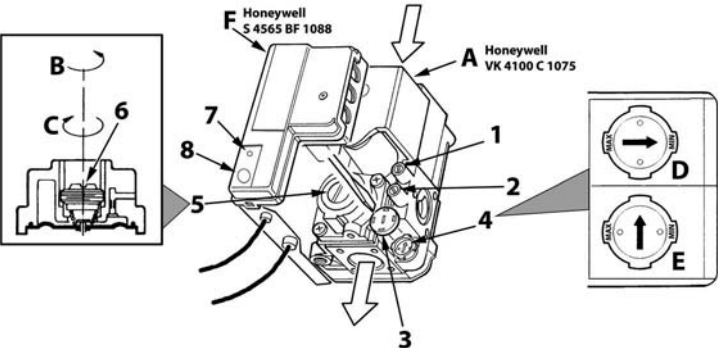

рис. 17 - Регулирование давления
На котле PEGASUS D можно регулировать тепловую производительность топки и, следовательно, тепловую мощность, передаваемую воде системы отопления; это делается исключительно путем регулировки основной горелки с помощью газового вентиля (см. рис. 17). На графиках, приведенных в параграфе сар. 5.2, показано изменение передаваемой воде тепловой мощности в зависимости от изменения рабочего давления горелки. Возможность приведения мощности котла в соответствие с реальными потребностями отопления означает, прежде всего, снижение потерь и экономию топлива. Кроме того, при регулировке мощности, регламентированной также стандартом, котлы сохраняют значения КПД и характеристики сгорания почти без изменений.
1. С помощью небольшой отвертки снимите защитный колпак 5 вторичного привода газового вентиля рис. 17.
1. Подключите манометр к клемме давления 2 (рис. 17), расположенной после газового вентиля, затем переведите ручку термостата котла на максимум.
2. Регулируйте давление с помощью винта 6 (рис. 17) на желаемое значение, руководствуясь диаграммами, приведенными в параграфе сар. 5.2.
2. Снимите с газового вентиля маленький защитный колпак 3 (рис. 17). С помощью маленькой отвертки регулируйте "СТУПЕНЬ" розжига на основании выбранного для работы газа (G20-G25 положение Дрис. 17 или G30-G31 положение Е рис. 17); установите защитный колпак на место.
1. Спустите воздух из газопроводных труб через штуцер отбора давления 1 газового вентиля (рис. 17).